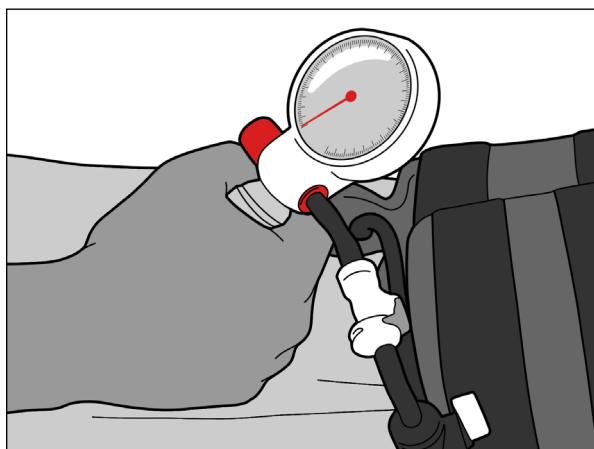

Fig. 19
6. Umflați punga la presiunea dorită strângând balonul în mod repetat (Fig. 19).